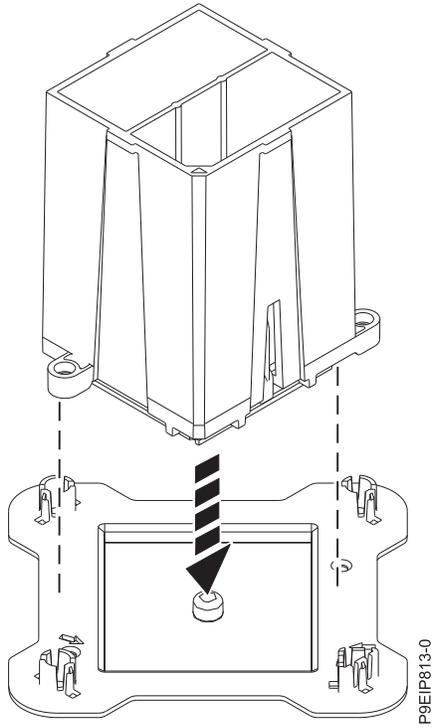

Figura 88. Colocación del módulo del procesador del sistema formando un ángulo en la cubierta superior del empaquetado
10. Sostenga la parte exterior de la herramienta y levante la herramienta y el módulo del procesador del sistema del zócalo. Colóquelos en un ángulo en la cubierta superior del empaquetado del módulo del procesador del sistema, tal como se indica en la Figura 88 en la página 83. Colocar el módulo del procesador del sistema en un ángulo en la cubierta superior del empaquetado del módulo del procesador del sistema hará que sea más fácil coger y colocar en el empaquetado después de sustituir el módulo del procesador del sistema.